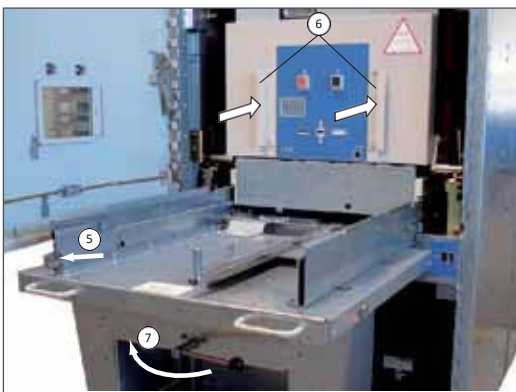

Fig. 4.13
- Pousser le bouton de déverrouillage (Fig. 4.13, 5) et glisser le tiroir brièvement au-dessus du levier de blocage. Ensuite, pousser le tiroir dans la cellule par l'intermédiaire des poignées (6), jusqu'à ce qu'il s'encliquète dans la cellule.
- Tourner le levier de nouveau à gauche (7). Le chariot de manutention est levé sur le devant et détaché de la cellule.